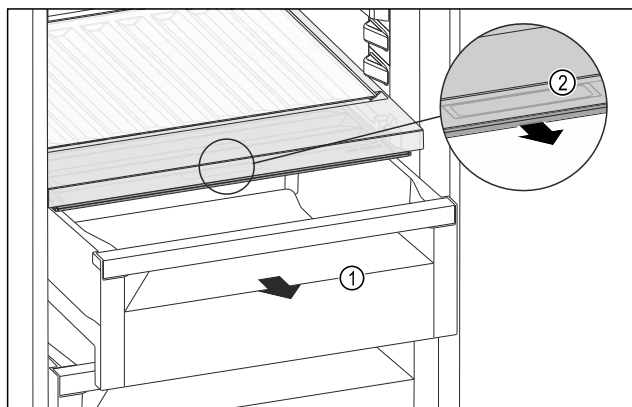

Fig. 107
- ▶ Izvlecite predal Fig. 107 (1).
- ▶ Primite prijemalno vdolbino Fig. 107 (2) na pokrovu predala in predal istočasno povlecite naprej.